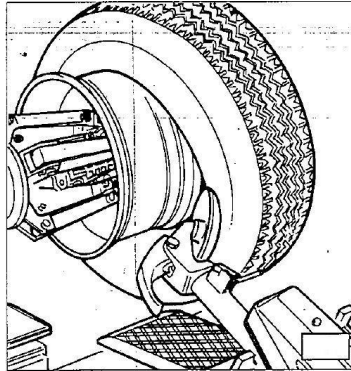

Fig.7.5
1) Hvis dækket ikke er svært at afmontere, når vulsten er løsnet, skal du bruge vulstløsneren til at skubbe til indersiden af dækket indtil vulsten kommer af fælgen (See Fig.7.5).